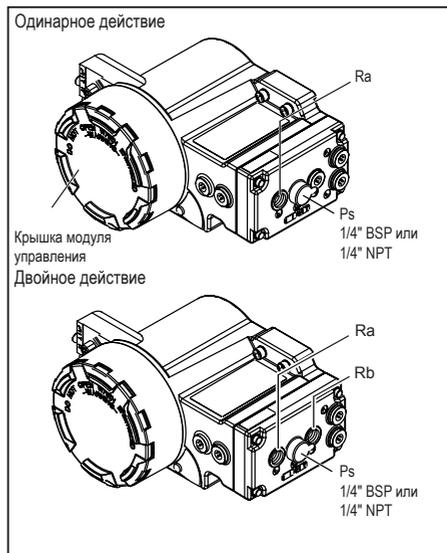

Рис. 3.1. Пневматические соединения
- 6 Выпускные отверстия Ra и Rb на модуле (см. рис. 3.1) поставляются с защитой при транспортировке.